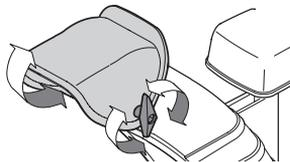

Figure 49
1. Desserrez l'écrou papillon placé sur le côté gauche de la goulotte. Voir Figure 49.